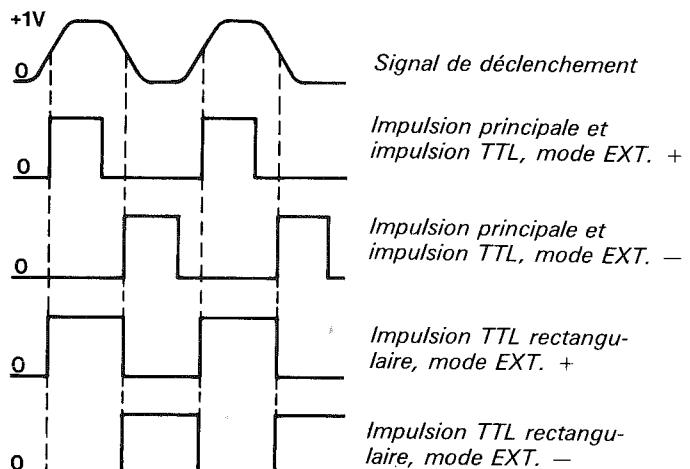

Fig. 6.7. Déclenchement externe
- Choisir le déclenchement à la pente positive ou négative du signal en mettant le commutateur REPETITION TIME sur EXT+ ou EXT-. Régler la durée sur 10 µs. Se référer à la fig. 6.7.
- Observer que les impulsions de sortie ont le même temps de répétition que le signal de déclenchement mais une durée d'impulsion égale à celle réglée avec les commandes DURATION. Fig. 6.7.
- Observer un signal de sortie similaire à la fig. 6.7. Le temps de répétition est le même que pour le signal de déclenchement mais la durée d'impulsion est réglée avec la commande DURATION.
Se référer à la fig. 6.7.